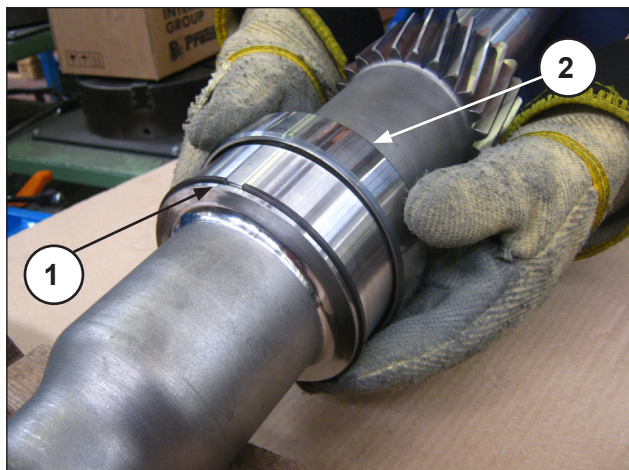

Fig. 78
Montare sui pignoni  $r=3,46$  e  $r=4,23$  l'anello d'arresto e l'anello interno, preriscaldandolo, del cuscinetto a rullini (pos. ①, Fig. 78).